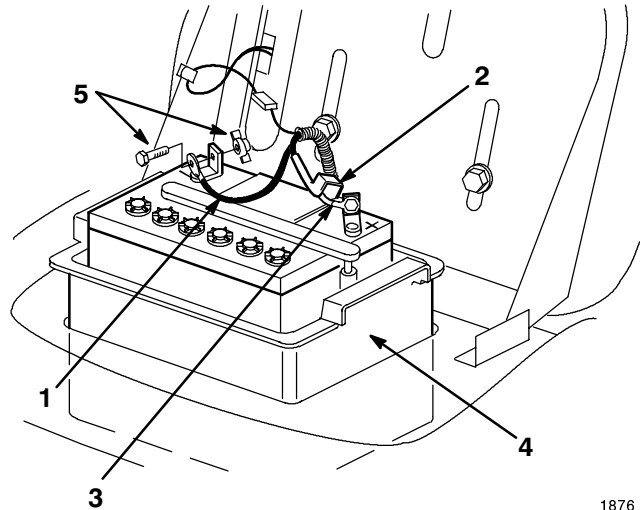

Abbildung 21
3. Das negative (schwarze) Massekabel von der Batterieklemme lösen (Abb. 21).
4. Die Gummiabdeckung am positiven (roten) Kabel nach oben schieben. Das positive (rote) Kabel von der Batterieklemme lösen (Abb. 21).
3. Das positive (rote) Kabel mit Schraube und Flügelmutter an der positiven (+) Batterieklemme anschließen (Abb. 21). Die Gummiabdeckung über die Batterieklemme schieben.
4. Mit Schraube und Flügelmutter das negative (schwarze) Kabel an der negativen (-) Batterieklemme anschließen (Abb. 21).